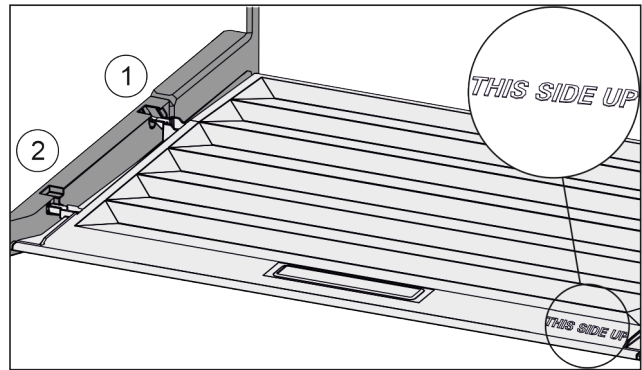

Fig. 143
- ▶ Пъхнете шийките на капака през отвора в задния държач Fig. 143 (1) и фиксирайте отпред в държача Fig. 143 (2).